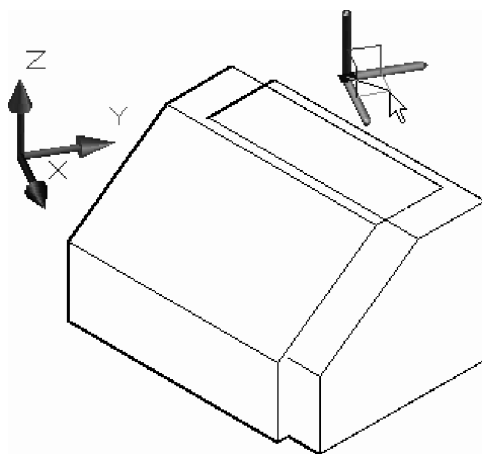

Fig. 8.54 Impunerea deplasării într-un plan
- dacă se execută clic pe una dintre liniile pereche, paralele cu axele pictogramei de deplasare (care își schimbă culoarea în galben), deplasarea va putea avea loc doar în planul definit de cele două linii, urmând să fie indicat un al doilea punct – vezi Fig. 8.54.